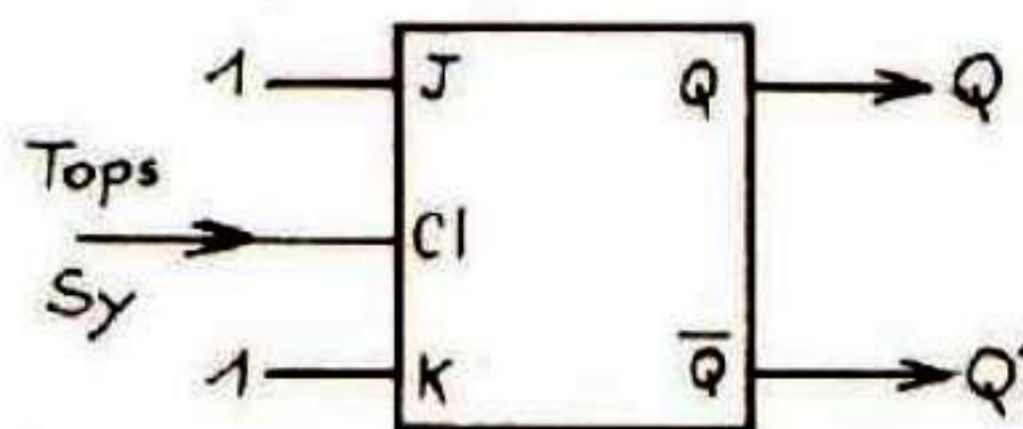

Fig. 5. - Un basculeur J.K. change d'état à chaque top d'horloge, assurant les balayages alternés.
**2. Commande automatique (voir fig. 5)**
Pour commander la bascule, c'est très simple (voir fig. 5). Il suffit de prélever le top de déclenchement et de s'en servir pour actionner la bascule. On sait que les basculeurs, du type JK par exemple, changent d'état à chaque impulsion d'horloge. C'est exactement ce qui convient. Le premier top active Q et donc la voie 1, le second active Q' et la voie 2, le troisième réactive Q et ainsi de suite.